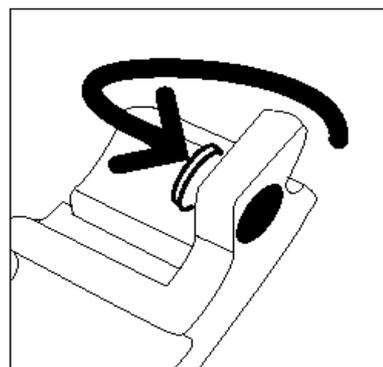

Fig. 23: Inserimento del cappuccio sul contenitore del developer
- 6** Spingere il cappuccio giallo sull'apertura situata nella parte posteriore del contenitore, come illustrato in Fig. 23, in modo da evitare perdite di developer.